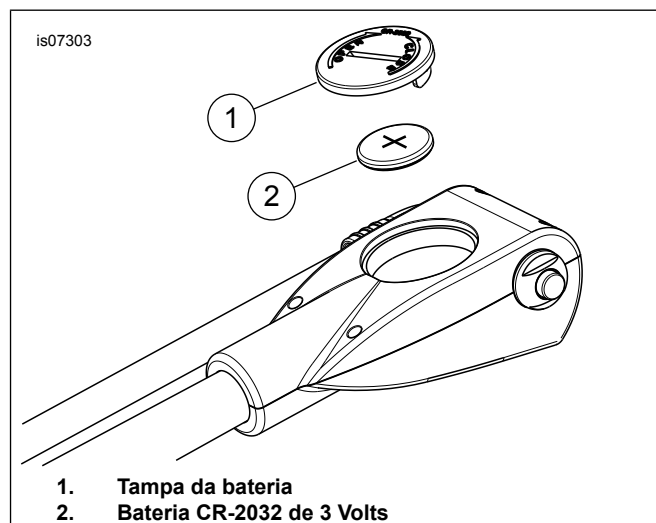

Figura 1. Bateria CR-2032 de 3 Volts
- Veja Figura 1. A bomba é fornecida com um protetor de bateria. Antes do display da bomba acender, o protetor da bateria deve ser removido. Remova a tampa (1) e retire o protetor da bateria (2).
- Quando necessário, substitua a bateria removendo a tampa (1) e retirando a bateria. Substitua por uma bateria do tipo CR-2032.